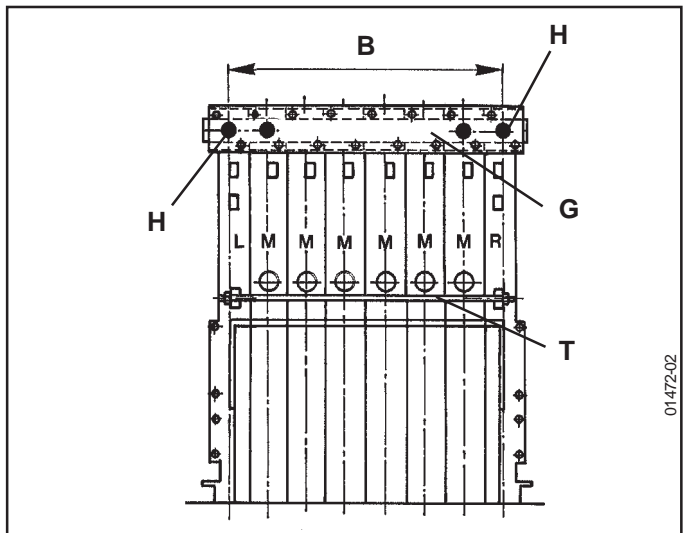

Fig. 13
Zet de 3 trekstangen (T) op hun plaats en stel de afstandsmaat B aan de voor- en achterzijde af (Tabel en Fig. 13).
LET OP hoe de trekstangen (T) zich gedragen en verwijder de montageplaten "A" van de aanvoercollector en zet de klemplaat (G) op zijn plaats (G) (Fig. 13).